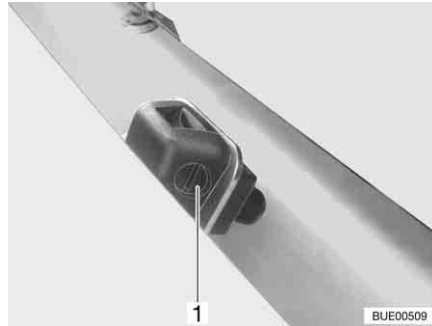

Bild 41 Scheibenwaschdüse
- Mit einem geeigneten Schraubendreher an der Stellschraube (Bild 41,1) drehen, bis die gewünschte Stellung erreicht ist.